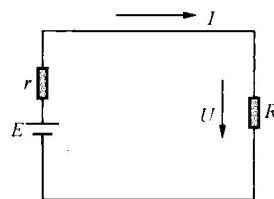

图 1-2 全电路
(10) 全电路欧姆定律——在一个闭合电路中，电流与电源的电动势成正比，与负载电阻及电源内阻之和成反比，如图 1-2 所示，即